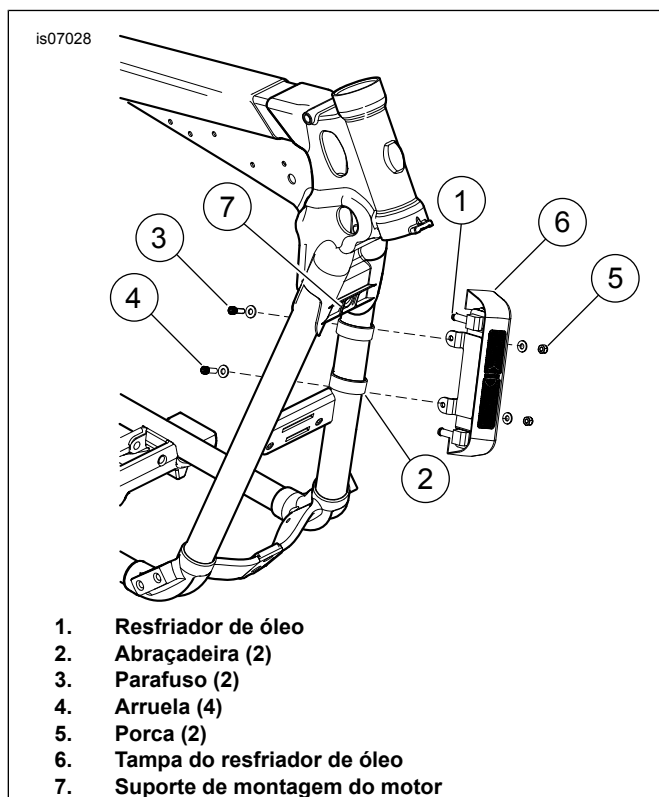

Figura 2. Montagem do conjunto do resfriador de óleo
1. Veja Figura 2. Pegue duas abraçadeiras (2), dois parafusos Allen (3), quatro arruelas (4) e duas porcas (5) do kit. Instale o resfriador de óleo (1) no tubo inferior do lado esquerdo. Alinhe o lado plano das abraçadeiras para fora. Posicione o suporte superior a, no máximo, 31,8 mm (1,25 in) de distância da parte inferior do suporte de montagem do motor (7). Aperte os parafusos com torque de 10,2–13,5 N·m (96–120 in-lbs).